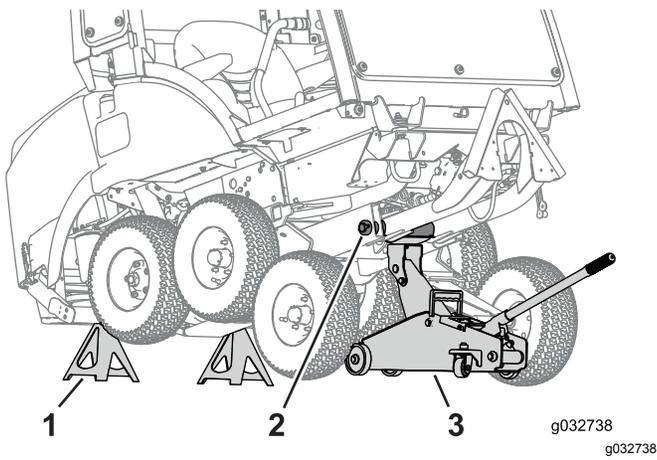

Figura 88
4. Utilizzate un martinetto per sollevare il telaio invernale (Figura 88)